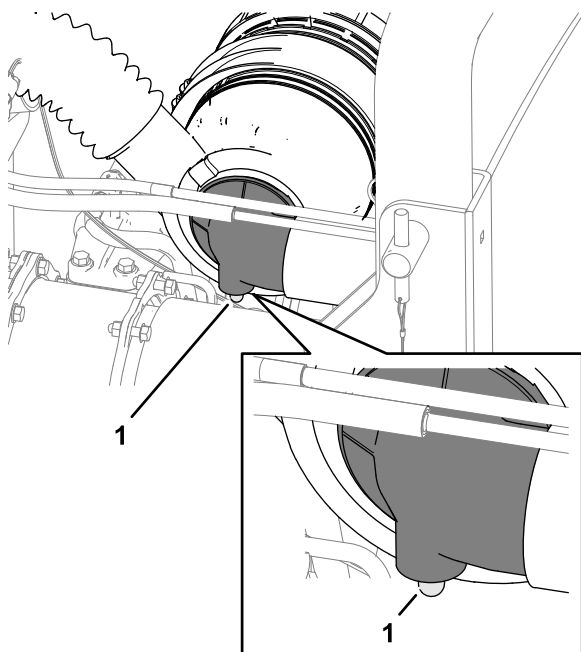

Bild 49
2. Prüfen Sie die Verstopfungsanzeige des Luftfilters (Bild 49).
**Hinweis:** Warten Sie den Hauptluftfilter, wenn die Verstopfungsanzeige des Luftfilters (Bild 49) rot ist. Das häufige Auswechseln des Luftfilters erhöht die Gefahr, dass Schmutz in den Motor gelangt, wenn der Filter entnommen ist.